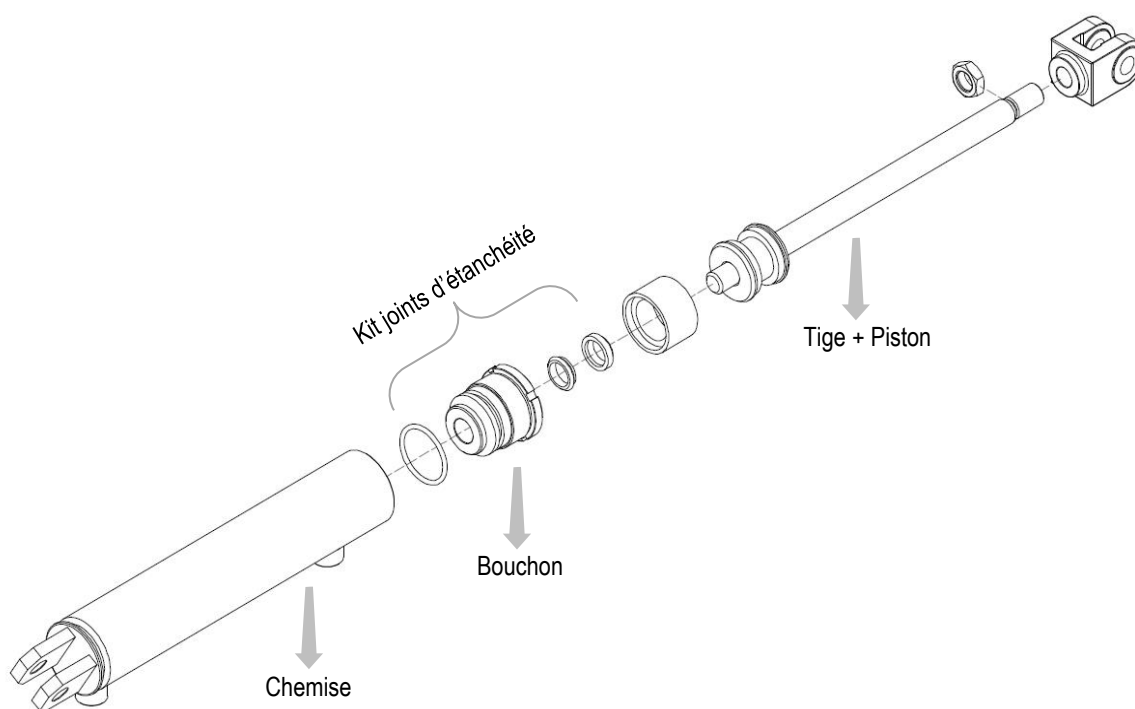

Figure 25
9. Se référer à la *Figure 25*.